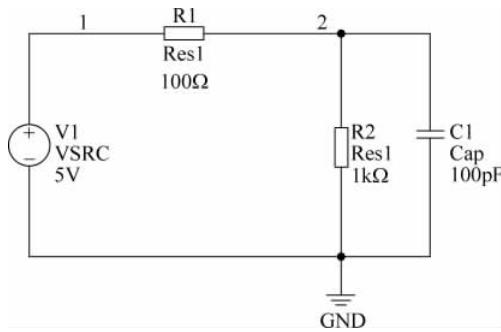

图 3-9 指定网络标号
(7) 为了便于分析仿真结果,如图 3-9 所示,按照前面的方法,为电路某些节点指定网络标号。